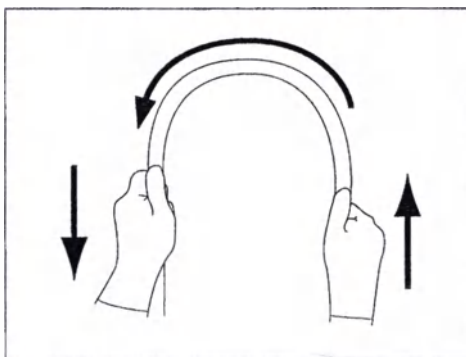

Рисунок 3.4
- 5 Двумя руками сверните вводимую трубку в полукольцо. Затем передвигая руки в направлении, указанном стрелками на Рисунок 3.4, убедитесь в том, что вводимая трубка по всей длине легко сгибается в полукольцо и что вводимая трубка пластична.